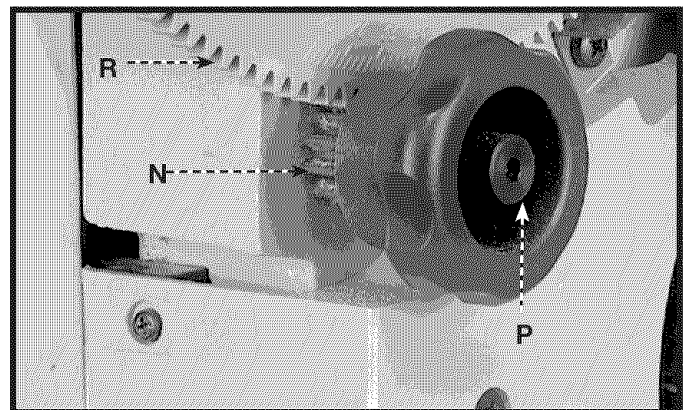

Fig.15
8. Remonter le bouton d'inclinaison de la table (N) fig. 15, au dos de la scie de sorte que les dents du pignon du bouton (N) s'engagent dans les dents du tourillon (R). Le fixer à l'aide de la vis spéciale (P) et du ressort avec la clé hexagonale de 4 mm fournie.